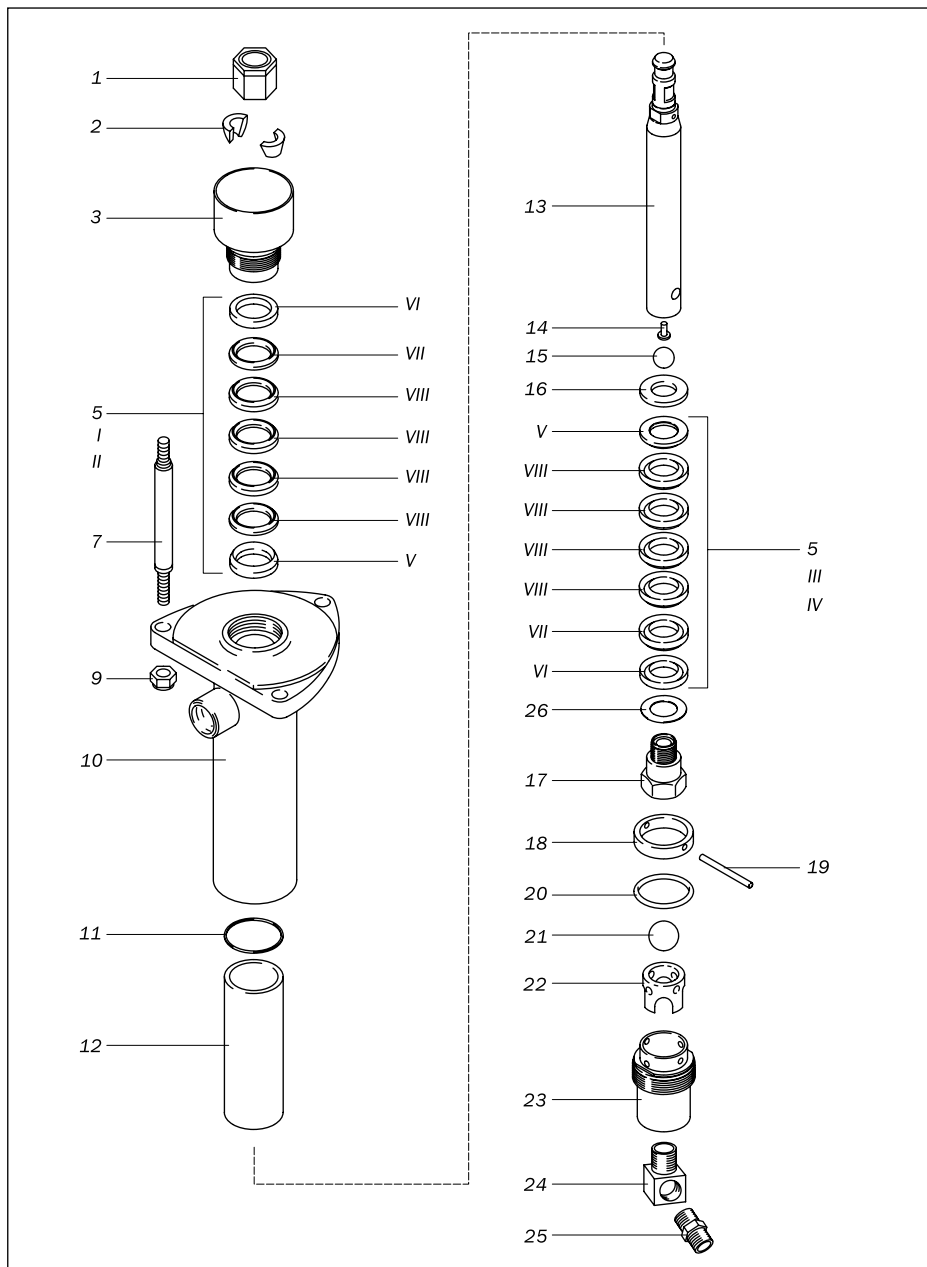

Рис. 9.2.1. Деталировочный чертёж насоса окрасочного аппарата.
9.2.1. Деталировочный чертеж насоса окрасочного аппарата (рис. 9.2.1).
2. Ослабить герметизирующую втулку 3 (рис. 9.2.1).
4. Вывернуть корпус всасывающего клапана 23 (рис. 9.2.1).
2. Установите манжеты 5 (рис. 9.2.1) в корпус насоса 10 кромками вниз.
13. Затянуть герметизирующую втулку 3 (рис. 9.2.1). Момент затяжки 34—41 Н·м